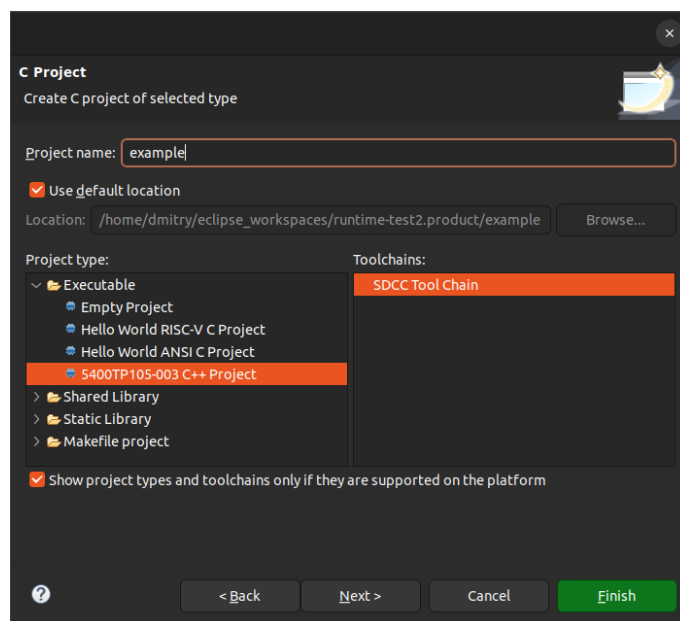

Рисунок 30. Выбор типа проекта
3. Выбрать тип проекта «*Executable/5400TP105-003 C++ Project*» (Рисунок 30);